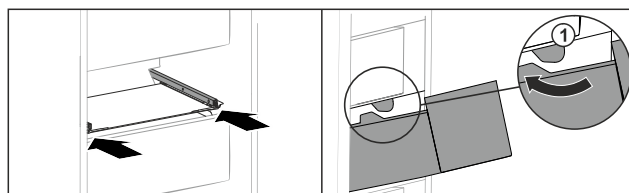

Fig. 218
- ▶ Vedte zásuvku podél zářezů Fig. 218 (1).